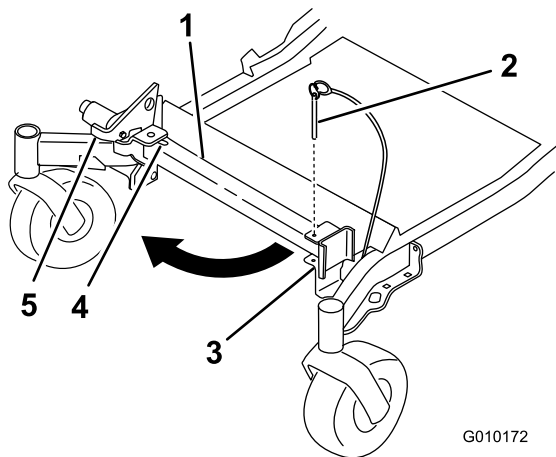
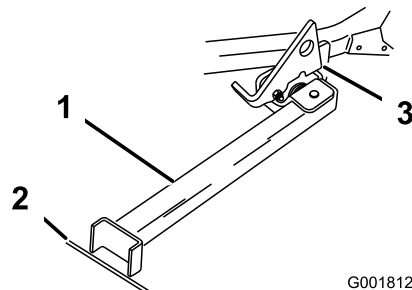

Figura 32
Figura 33
2. Togliete il perno dalla staffa (Figura 32).
3. Alzate il dispositivo di chiusura. Portate il piede del supporto sul davanti e spostate il supporto verso la macchina, nell'intaglio inferiore (Figura 32 e Figura 33).
4. Mettete a terra il piede del supporto ed appoggiate il dispositivo di chiusura sull'aletta orientabile (Figura 33).
6. Guidate sul supporto. Fermatevi quando il dispositivo di chiusura cade sull'aletta e si chiude (Figura 33). Una volta sul supporto, innestate il freno di stazionamento e spegnete il motore.
5. Riportate il supporto in posizione di riposo (Figura 32).